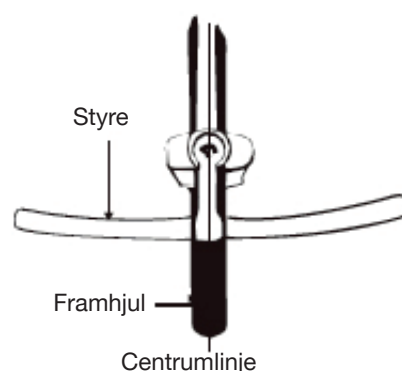

Fig. 10 Montering av styre och styrstag
- Rikta in styrstammen med framhjulet (se fig. 10). Dra åt expanderbulten ordentligt med en justerbar nyckel. **OBS:** Vissa modeller kräver en 6 mm insexnyckel. (Åtdragningsmoment: 18N.m)
- Se till att ditt styre och styrstam är ordentligt åtdragna innan du cyklar. Styret bör inte rotera i styrstammen. När du sträcker dig över och håller fast framhjulet mellan knäna bör inte styret kunna vridas när du applicerar horisontellt tryck. (Se fig. 10).